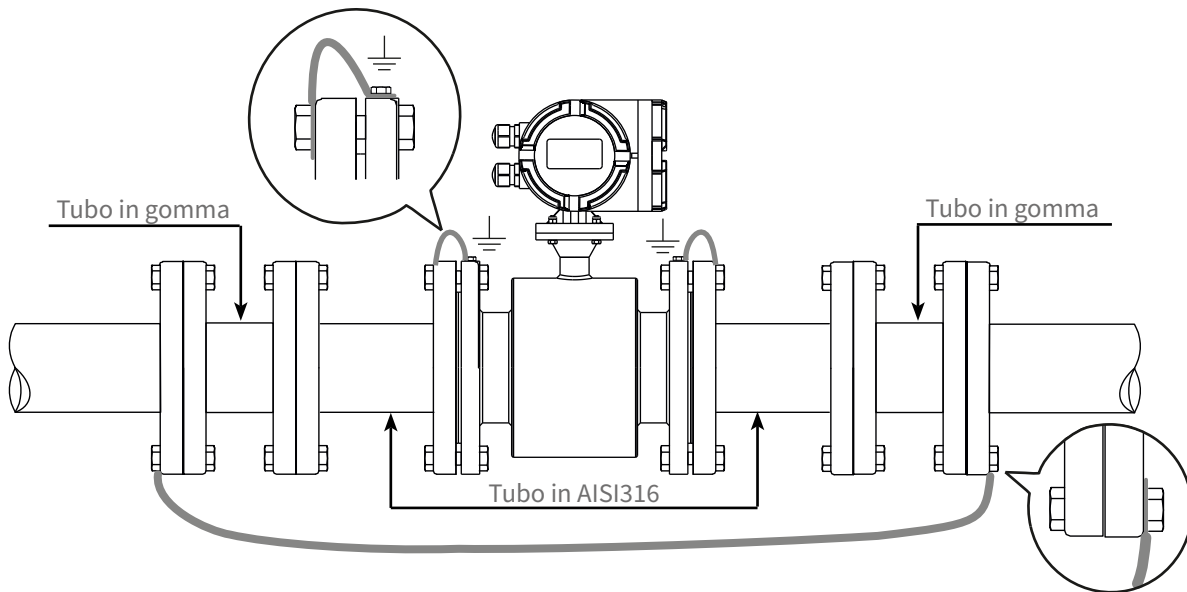

Fig.19A Sezionamento linea
c) Alcuni sistemi, come le tubazioni con protezione catodica, potrebbero risentire di potenziali di disturbo perché non tutta la linea si trova al potenziale di terra. Per poter eliminare tale tipo di interferenza, conviene sezionare la linea con due tubi in gomma come mostrato in **Fig.19A**.